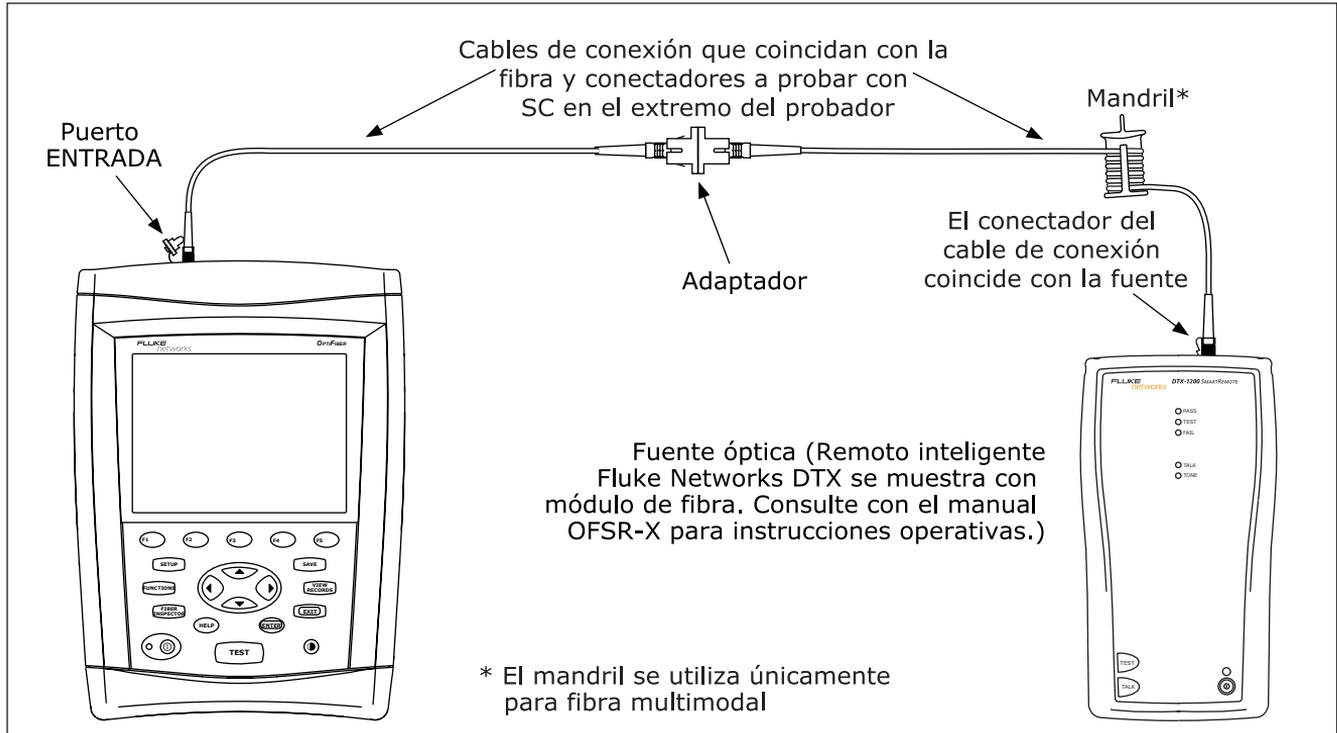

Figura 28. Conexiones de las referencias en el modo Fuente extremo remoto
- 7 Pulse **FUNCTIONS** y después seleccione **Establecer referencia de pérdida/longitud**. Conecte los cables de conexión de referencia tal como se muestra en la pantalla y en la figura 28; y después pulse **ENTER**.